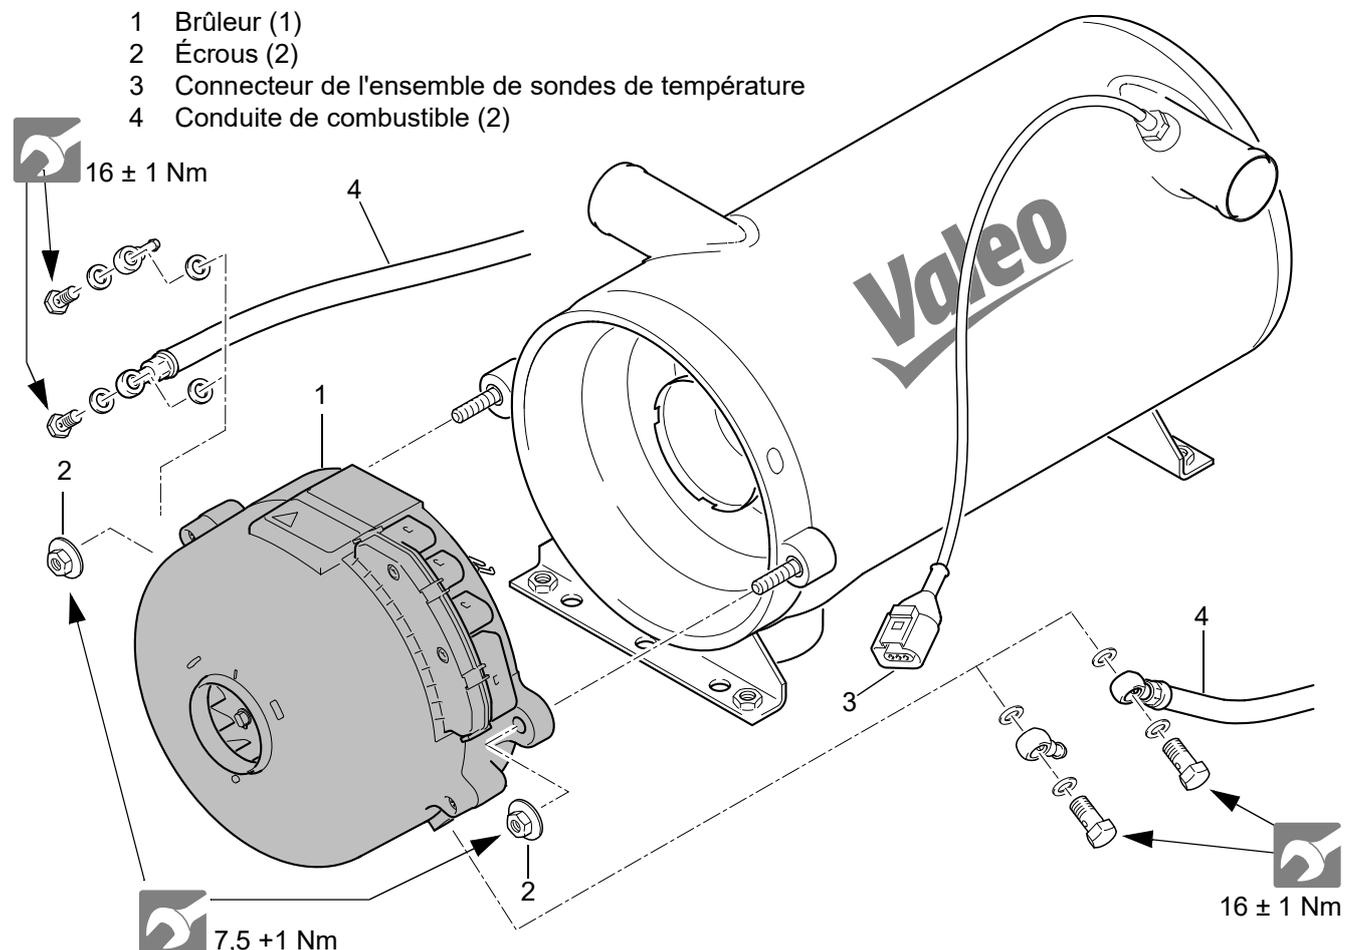

Fig. 801 Montage et démontage du brûleur
6. Démontez les conduites de combustible (4, Fig. 801) et obturer les filetages avec des bouchons appropriés.
7. Dévisser les écrous combinés (2).
8. Enlever le brûleur (1).
1. Poser le brûleur (1, Fig. 801) dans sa position d'installation en faisant attention à la face avant du gicleur et aux électrodes d'allumage.
2. Placer les écrous combinés (2) et les serrer légèrement tour à tour.
3. Visser les écrous combinés (2).
6. Brancher le connecteur de l'ensemble de sondes de température (T).
7. Brancher le connecteur de la pompe de relance (P).
8. Brancher le connecteur de l'alimentation en tension/commande (C).
Les deux écrous combinés M8 permettant de raccorder le brûleur avec l'échangeur de chaleur doivent toujours être vissés selon le couple de serrage adapté voir Fig. 801 et doivent également être protégés avec un vernis de sécurité pour vis.
2. Débrancher le connecteur de l'ensemble de sondes de température (3, Fig. 801).
2. Visser l'ensemble de sondes de température (1).
3. Brancher le connecteur de l'ensemble de sondes de température (3, Fig. 801).